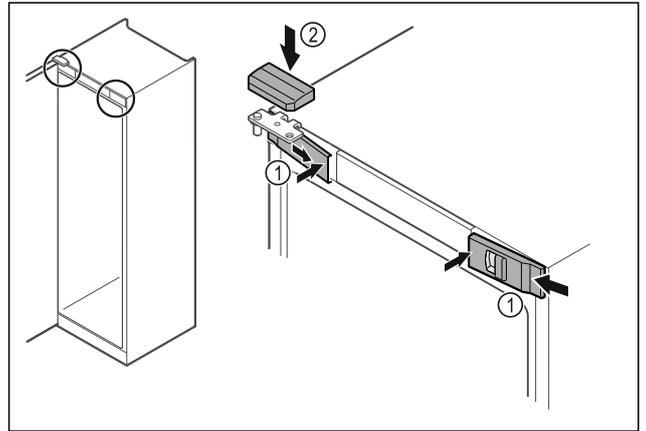

Fig. 37
- ▶ Передні кришки Fig. 37 (1) зачепити збоку та зафіксувати всередині.
- ▶ Зафіксуйте верхню кришку Fig. 37 (2) зверху.